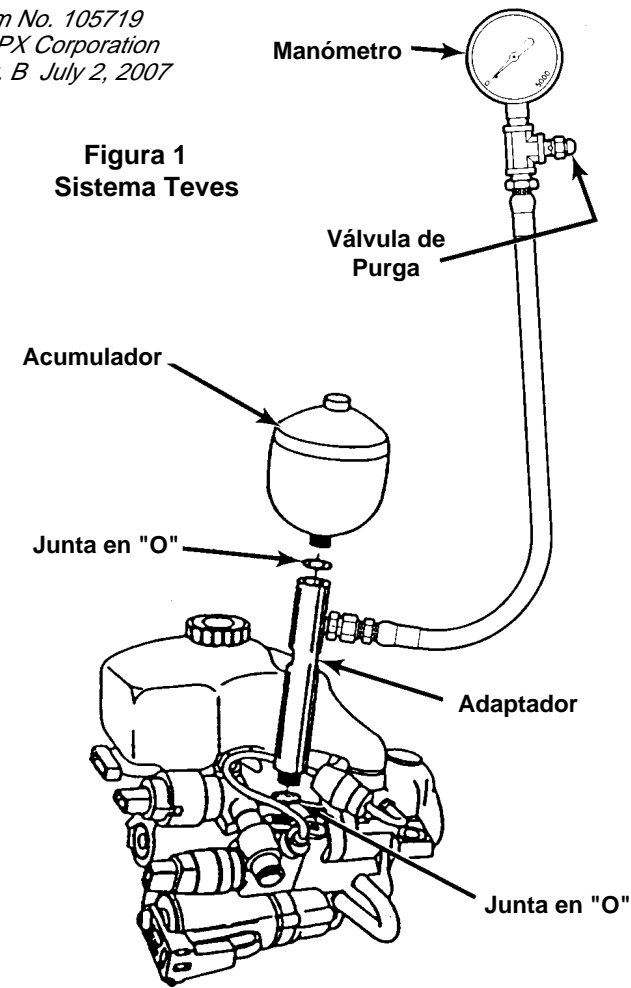

Figura 1
4. **SISTEMAS TEVES:** Saque el acumulador (con junta en "O") del cuerpo de la bomba. Enrosque el adaptador dentro del cuerpo de la bomba, e instale el acumulador encima del adaptador como se muestra en la Figura 1. **Precaución: El líquido de frenos está bajo una presión muy alta. Cuando está probando la presión de los sistemas Teves, NO abra la válvula de purga cuando el acumulador está cargado. La válvula de purga debe estar firmemente cerrada antes de poner la llave en la posición de encendido (ON) para hacer arrancar la bomba.**